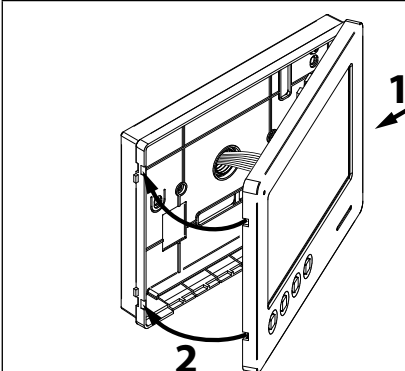

Fig. 7
6. Una volta testato l'impianto ed effettuate le necessarie regolazioni, procedere alla chiusura del videocitofono come mostrato in Fig. 7: agganciarlo prima nella parte destra quindi nella parte sinistra fino allo scatto dell'incastro.